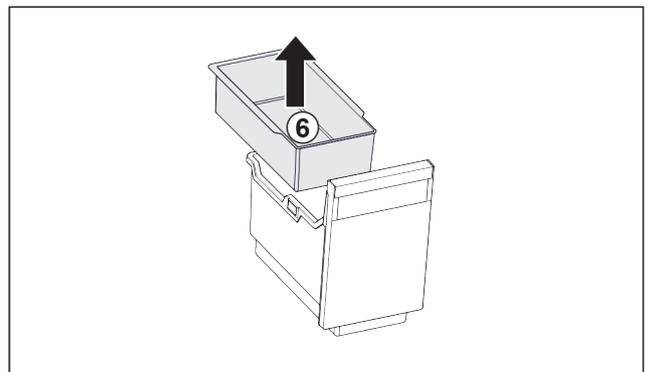

Fig. 52
- ▶ Retirer le Fig. 52 (6) balconnet pour glaçons.